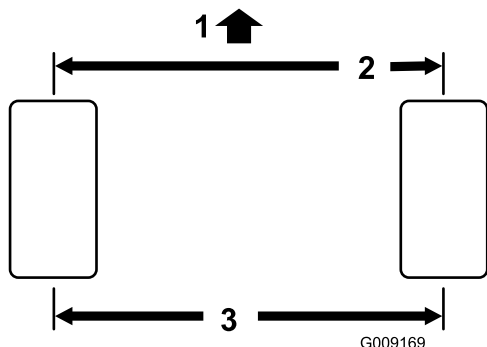

Bild 43
1. Messen Sie den Abstand vorne und hinten an den Lenkreifen Mitte-zu-Mitte (auf Achshöhe). Der Wert für vorne darf höchstens 3 mm kleiner sein als der Wert für hinten (**Bild 43**).